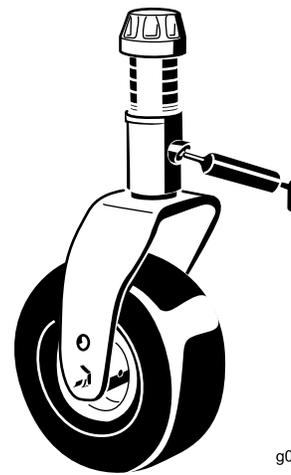

Рисунок 71
- Втулка вала вилки поворотного колеса (1 шт.) (Рисунок 71)